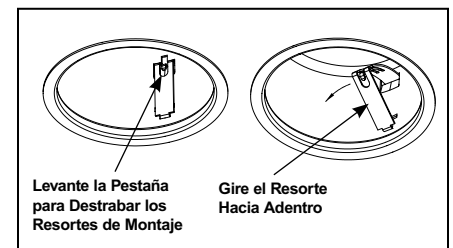

Figura 8
Paso 3. Quite la cinta adhesiva que sella los tres resortes. Destrabe los clips de remodelación y quite la carcasa del techo. (Figura 8)